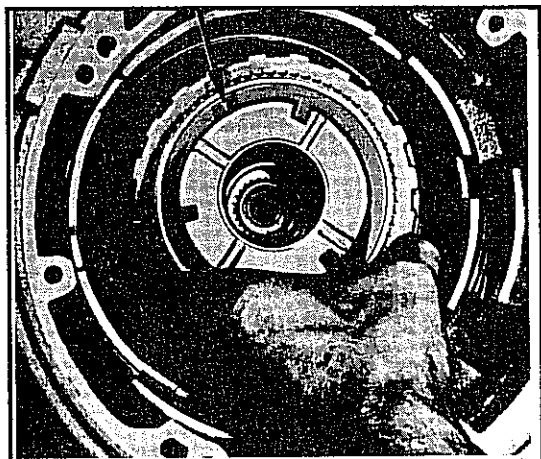

Abb. 10-49 Entfernen des Hohlrads zum Planetenradsatz an der Getriebeeingangswelle
- Das Hohlrad mit der Getriebeeingangswelle entfernen. Siehe Abb. 10-49.